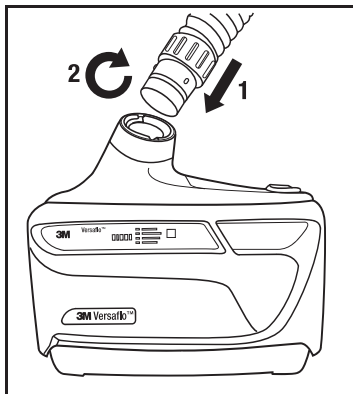

Fig. 11 Instalação da Traqueia
1. Insira a extremidade da traqueia com o encaixe da baioneta (dois pinos pequenos) nas fendas paralelas na saída de ar do motorizado (Fig. 11).